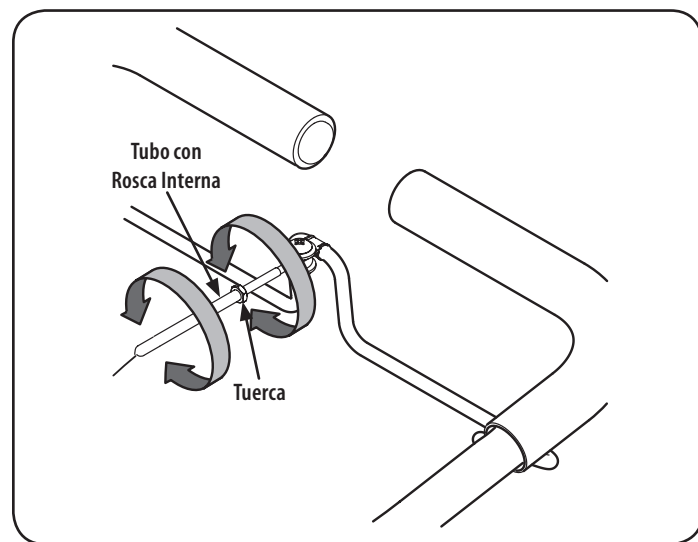

Figura 10
4. Si la correa gira sin fianza comprometida, se debe ajustar por desenroscar el tubo con rosca interna en el extremo del cable de un par de vueltas hacia la derecha - al estar de pie en la posición del operador - y luego volver a apretar la tuerca contra el tubo. Véase la Figura 10.